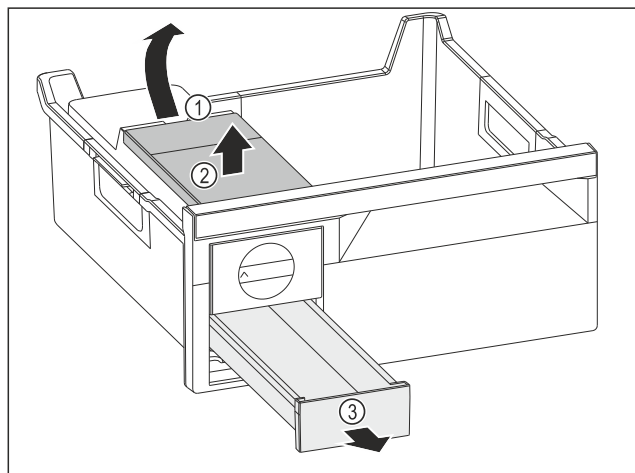

Fig. 140
- Scoaterea rezervorului de apă: Ridicați rezervorul de apă de la degajare Fig. 140 (1).
- Scoateți rezervorul de apă Fig. 140 (2) în sus.
- Scoateți sertarul pentru cuburi de gheață Fig. 140 (3) spre înainte.